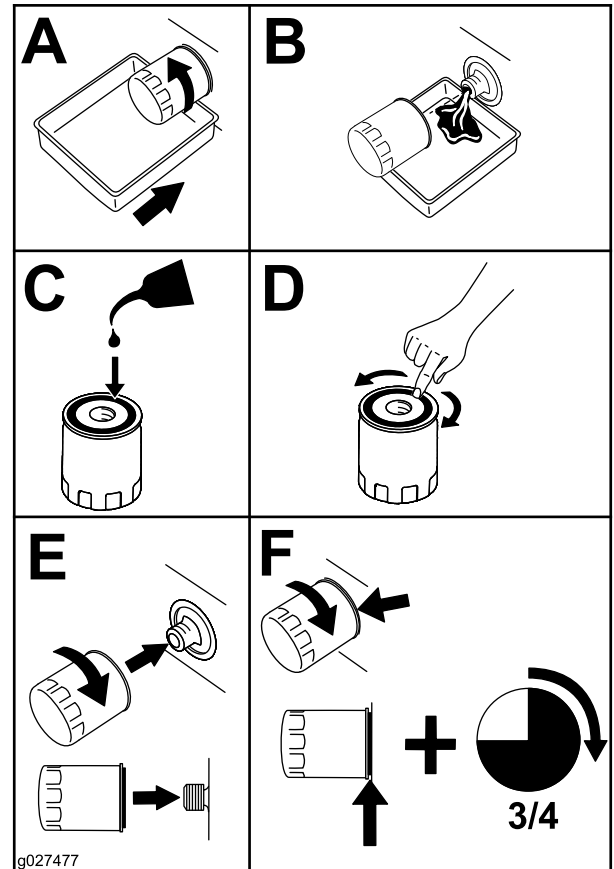

Bild 21
3. Entfernen Sie den Motorölfilter (Bild 21). Setzen Sie einen neuen Ölfilter ein, nachdem das Öl abgelassen ist.